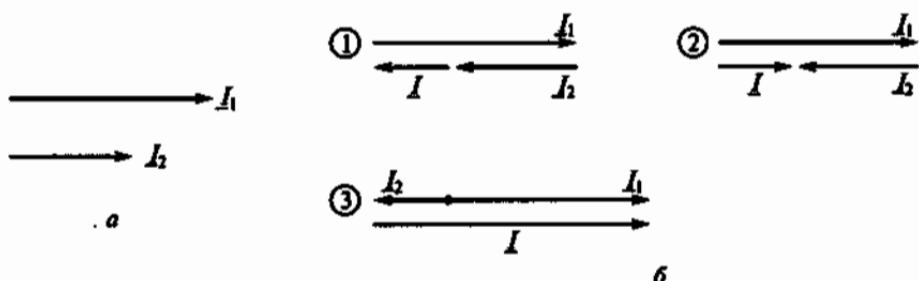

Рис. 83
3.21. Какая из трех векторных диаграмм на рис. 83, *б* правильно определяет разность I векторов I_1 и I_2 , показанных на рис. 83, *а*?